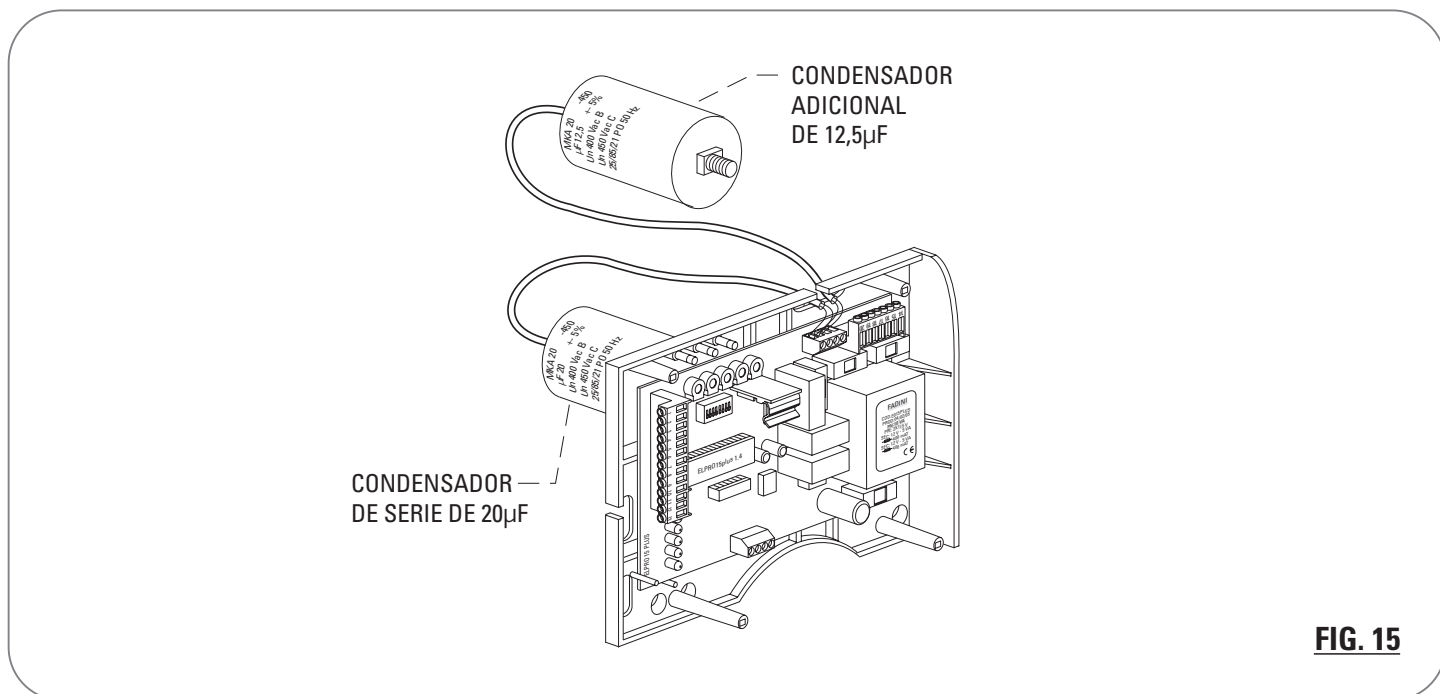

FIG. 15
- Además, si el motor eléctrico no tuviese la corriente inicial de arranque por la escasa corriente eléctrica de alimentación, se debe añadir un condensador de 12,5 μF en paralelo al ya existente. Fig. 15.